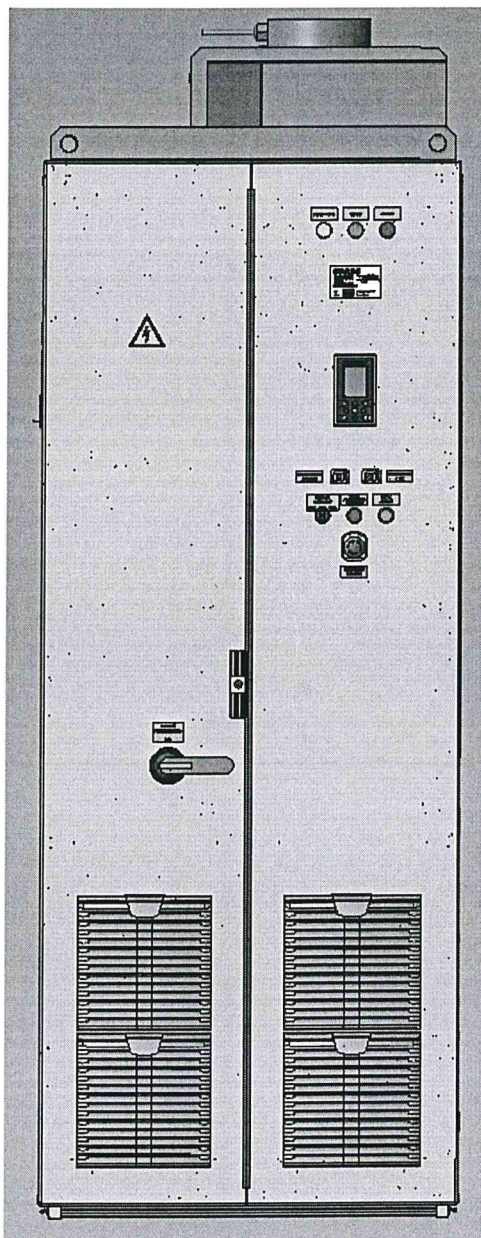

Рисунок 1 – Общий вид ПЧ
1.4.1.3 ПЧ конструктивно выполнен в виде шкафа (рисунок 1) с односторонним обслуживанием. На лицевой стороне шкафа имеются дверцы, которые обеспечивают доступ к электрооборудованию ПЧ. Дверцы шкафов закрываются замками. При включенном разъединителе блокируется открытие дверей шкафа с силовыми преобразователями. На шкафу с силовыми преобразователями расположена панель управления, кнопка аварийного отключения, переключатели, кнопки управления ПЧ и лампы индикации состояния ПЧ.